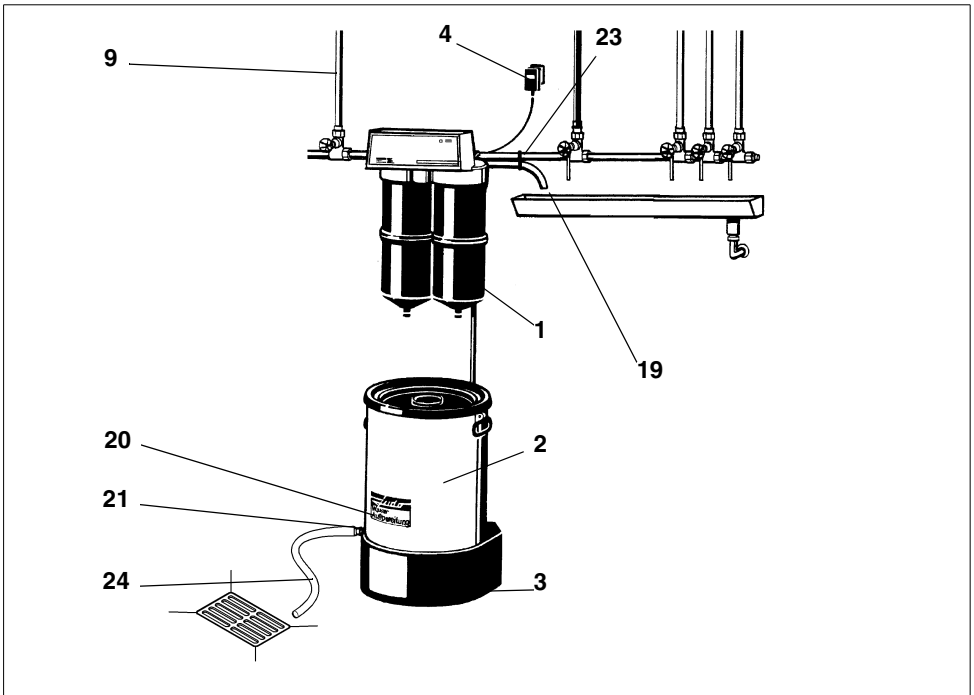
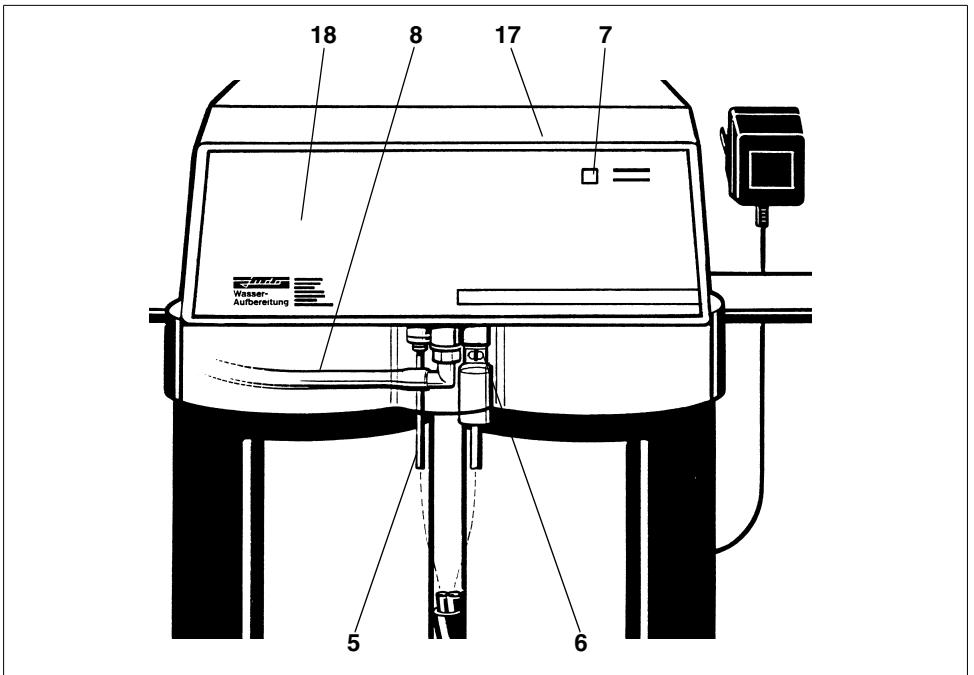
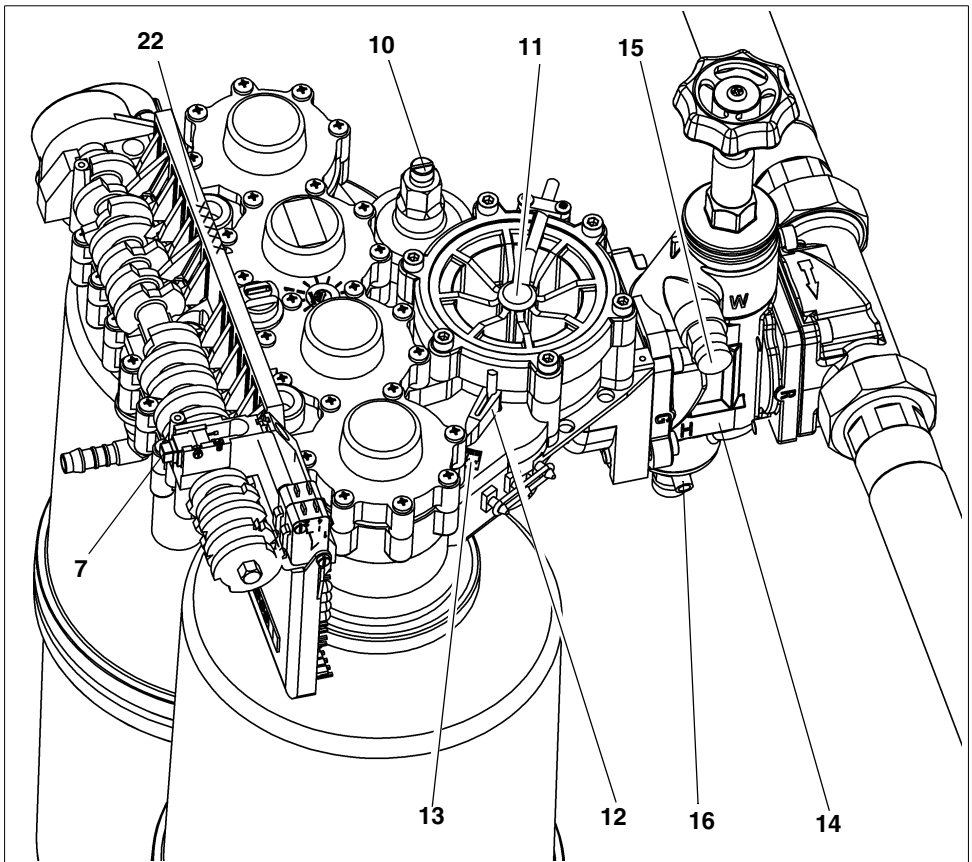

Abb. 7: Funktionsbeschreibung
Abb. 8: Funktionsbeschreibung
Abb. 9: Funktionsbeschreibung
- Regeneriersalz in den Salzbehälter (2) einfüllen. Das Wasser löst das Regeneriersalz; es entsteht gesättigte Salzsole. Das Regeneriersalz muss mindestens der Lebensmittelqualität entsprechen und sollte die Anforderungen nach DIN EN 973 erfüllen.
- In den Salzbehälter (2) ca. 10 Liter Wasser einfüllen (siehe Abb. 7).
- Die vier Befestigungsschrauben der Abdeckhaube (17) lösen, Abdeckhaube abnehmen und das Typenschild (18) entriegeln und entnehmen.
- Den Rohwasserhärtegrad (°dH) über den Einstellhebel (12) anhand der Skala (13) einstellen. Der Wert richtet sich nach dem Einbauort. Bei schwankender Rohwasserhärte auf den höheren Wert einstellen.
- Die Mischwasserhärte über die Stell-schraube der Verschneidung (10) einstellen (siehe Kapitel „Einstellung der gewünschten Mischwasserhärte“).
(siehe Abb. 7, Abb. 8 und Abb. 9)